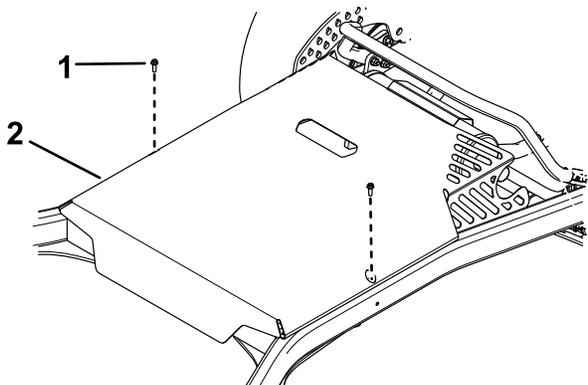

Рисунок 25
3. Отверните 2 болта крепления крышки деки и снимите крышку деки (Рисунок 25).